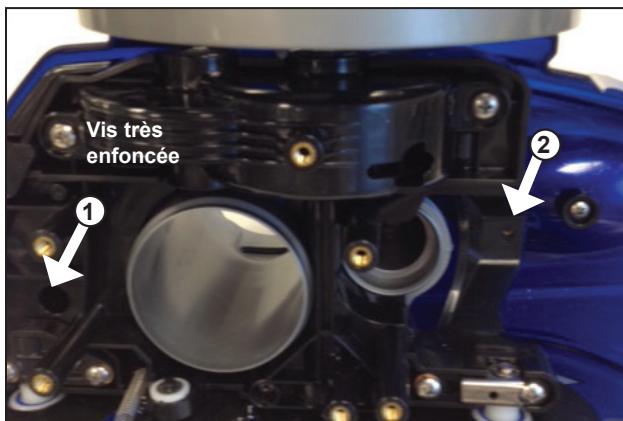

Figure 18. Remettre les deux (2) vis du boîtier supérieur
5. Mettre l'ensemble de remis à neuf sur le côté et remettre les deux (2) vis pour fixer le boîtier supérieur (Figure 18).